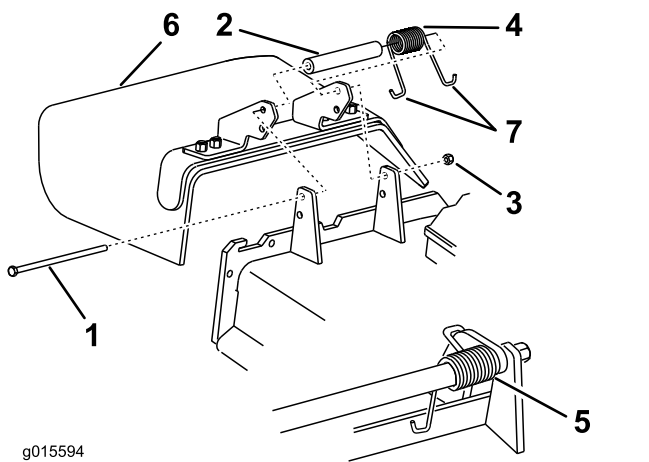

Figura 122
1. Retire a porca de bloqueio, o parafuso, a mola e o espaçador que fixam o defletor aos apoios de articulação (Figura 122).
- Se o defletor de relva estiver danificado ou gasto, retire-o (Figura 122).
- Nota:** Certifique-se de que está montada uma extremidade em gancho J por trás da extremidade da plataforma antes de colocar o parafuso como se mostra na Figura 122.
- Coloque uma extremidade em gancho J da mola em torno do defletor de relva (Figura 122).